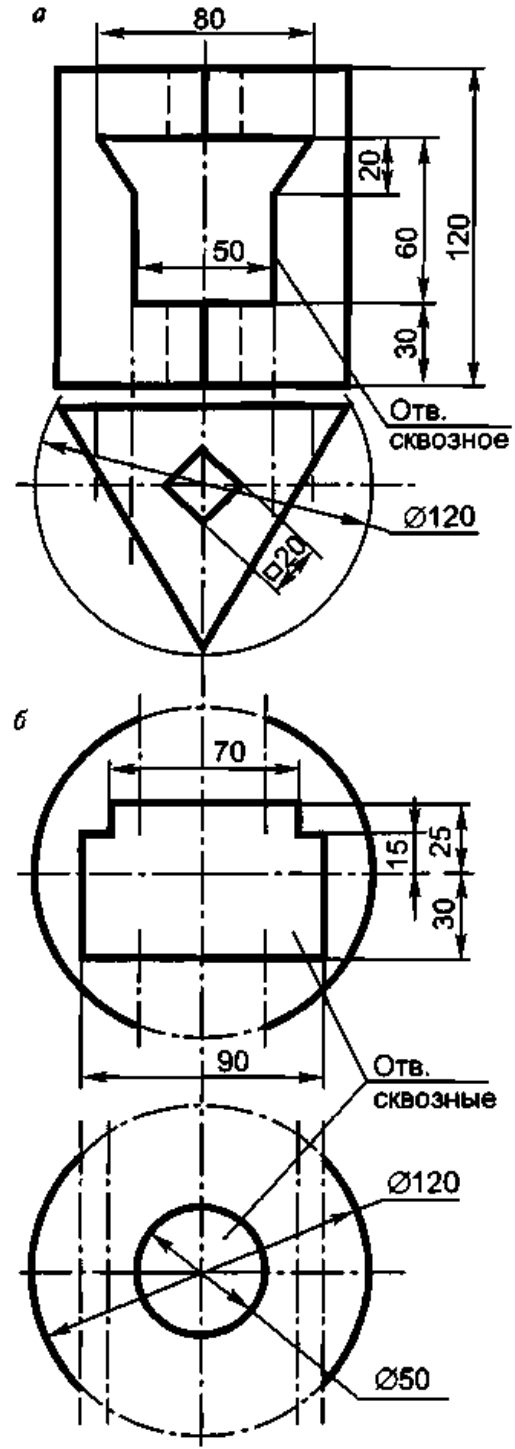

Рис. 2.26
16. Выполнить чертежи трехгранной призмы (а) и сферы (б) с окнами в трех проекциях с тремя разрезами каждой (рис. 2.26).